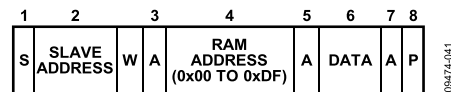

图30. 对RAM进行单字节写入
- 向RAM写入单字节数据。这种情况下，命令字节的范围为从RAM地址0x00到RAM地址0xDF，唯一的数据字节为实际数据，如图30所示。